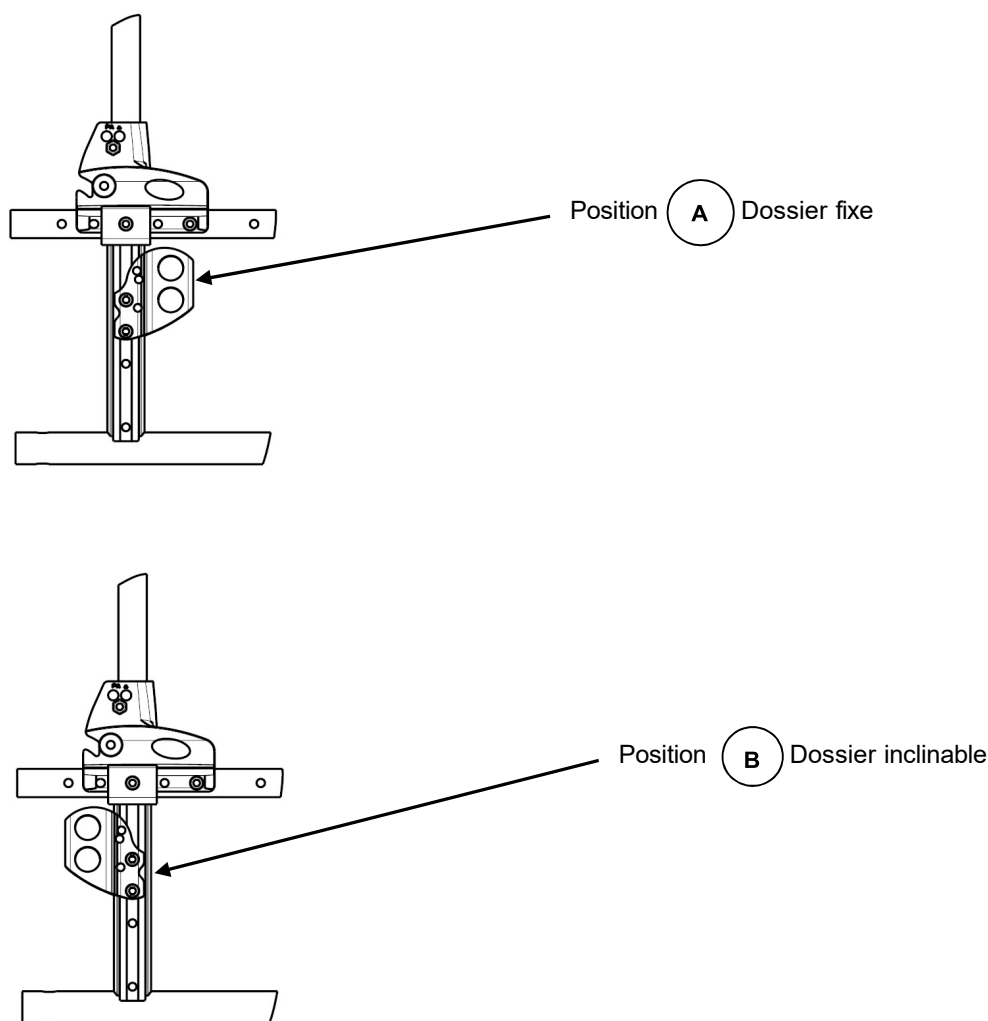

FIGURE 5.6 Positions possibles du support de roue
3. Alignez le support de roue sur l'un des deux trous de réglage. Deux positions sont possibles : Le réglage d'usine pour le dossier fixe est la position standard « A » et la position passive « B » pour le dossier inclinable. Reportez-vous au Détail « A » de la FIGURE 5.6, page suivante.